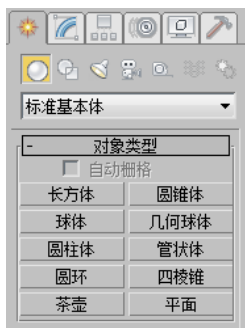

图 2-27 标准基本体参数面板
- 在命令面板中单击“创建”按钮, 然后在其下方单击“几何体”按钮, 打开“几何体”命令面板，并在该命令面板中的“对象类型”卷展栏中单击相应的标准基本体按钮，如图 2-27 所示。